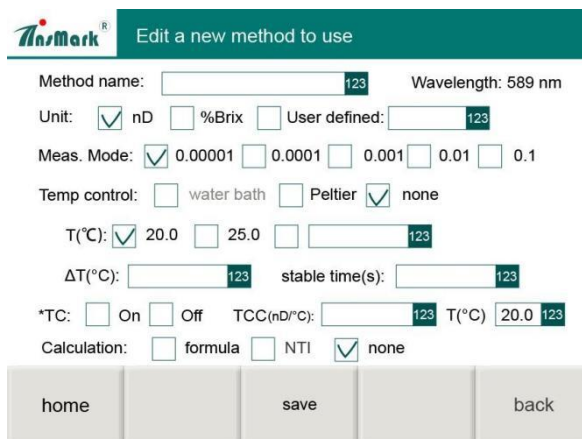

Рис.8 Экран редактирования нового метода
**1.3.2. Edit new method** (Редактировать новый метод): пользователь может настроить метод. Интерфейс настроенного метода показан на рис.8.